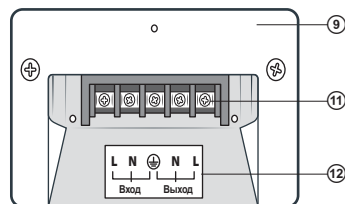

Рис. 4. Клеммная коробка
• Подключение производить только к выключенному стабилизатору. Для этого необходимо открыть клеммную коробку ⑨ и при помощи соответствующих кабелей (в комплект не входят) подключить к клеммам ⑩ стабилизатора соответствующую нагрузку, а затем подключить сам стабилизатор к сети 220 В согласно схеме ⑫ на рис. 4.